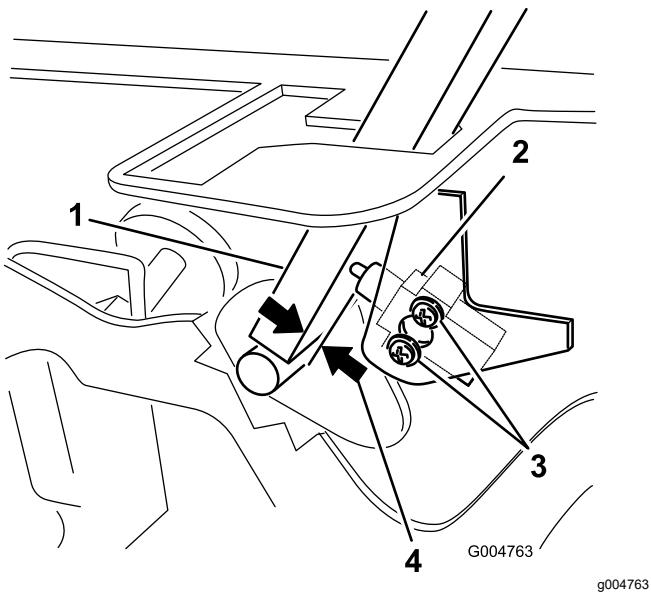

Figure 86
3. Desserrez les 2 vis de fixation du contacteur de sécurité (Figure 86).
4. Maintenez le levier de commande contre le cadre et rapprochez le contacteur du levier jusqu'à ce qu'ils soient espacés de 0,4 à 1 mm (0,015 à 0,045 po), comme montré à la Figure 86.